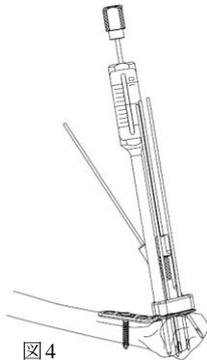

図4
- 2) 遠位端スクリューの場合、橈骨遠位端共通デブスゲージ (L) の外筒先端をプレートスクリューホールに密着させ、フックワイヤー先端が背側皮質の内側で止まるまで挿入します。デブスゲージの目盛りを読み取り、スクリュー長を決定します。(図4)